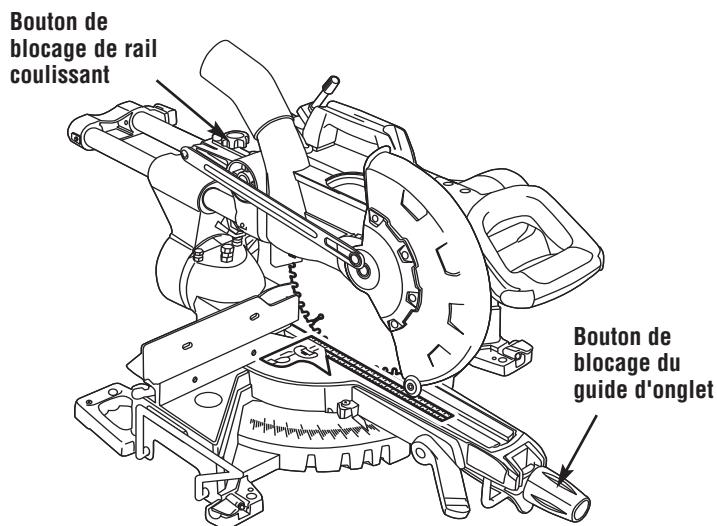

Figure 13. Lame d'équerre par rapport au guide
- Assurez-vous que la tête est tirée vers l'avant près du centre de la table et que le bouton de blocage des rails coulissants est serré (Figure 13).
- Placez l'équerre adéquatement de manière à ce qu'elle ne vienne pas en contact avec les dents de la lame de scie. La lame de scie doit venir en contact avec toute la longueur de l'équerre (Figure 13).